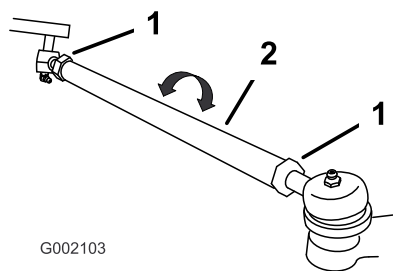

図 34
4. 前後の測定値の差が所定範囲 (0~6 mm) にならない場合は、タイロッド両端のジャムナットをゆるめて調整を行う (図 34)。